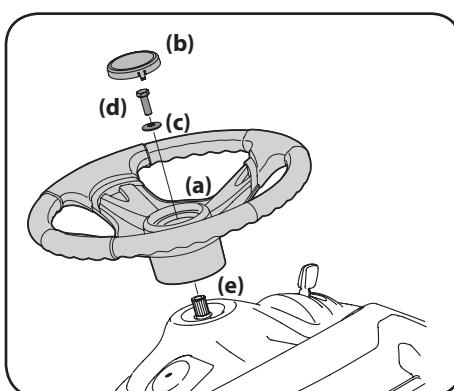

Figura 2-18
- Coloque la arandela cóncava (c) – con el lado cóncavo hacia abajo – sobre el volante (a) y ajústela con el perno hexagonal (d). Consulte la Figura 2-18.